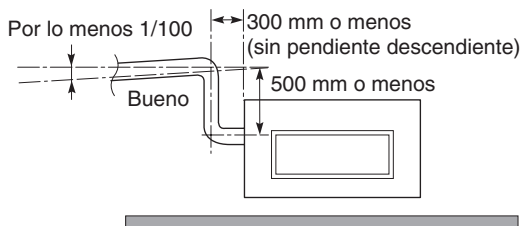

Fig. 3-15
- Asegúrese de que el orificio de drenaje no está en una pendiente descendente desde la sección de distribución (puede provocar ruidos anormales). (Fig. 3-15)
- Si es necesario incrementar la altura del tubo de drenaje, podrá levantarse la sección que está directamente debajo del orificio de conexión en un máximo de 500 mm. No la levante más de 500 mm, porque podrían producirse fugas de agua. (Fig. 3-15)